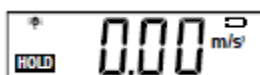

Fig. 7 (Indicador del nivel de batería)
7. El indicador del nivel de batería se encuentra en la esquina superior derecha de la pantalla. Cambie las pilas cuando el nivel de batería sea crítico (Fig. 7).